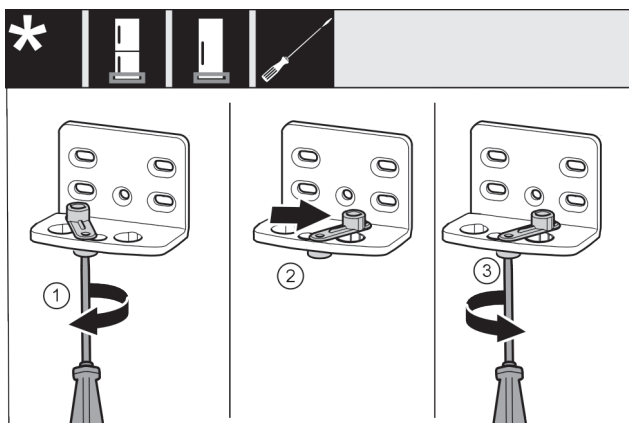

Fig. 15
- ▶ Skru skruen Fig. 15 (1) løs med en skruetrækker.
- ▶ Løft dørlukningshjælpe midlet Fig. 15 (2), og drej den 90° til højre ind i hullet.
- ▶ Skru skruen Fig. 15 (3) fast med en skruetrækker.